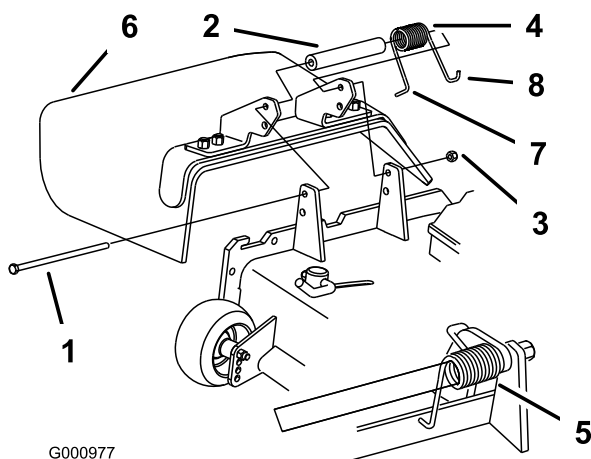

Bild 36
1. Entfernen Sie die Sicherungsmutter, Schraube, Feder und das Distanzstück, mit denen das Ablenkblech an den Drehhalterungen befestigt ist (Bild 36). Entfernen Sie defekte oder abgenutzte Ablenkbleche.
Hinweis: Stellen Sie sicher, dass sich das **L**-Ende der Feder hinter der Mähwerkkante befindet, bevor Sie die Schraube einführen, siehe Bild 36.
3. Setzen Sie die Schraube und Mutter ein. Führen Sie das **J**-förmige Hakenende der Feder um das Ablenkblech (Bild 36).